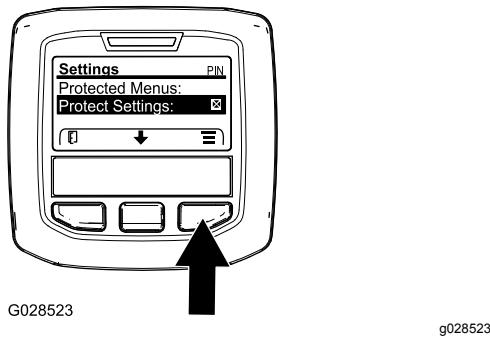

Bild 32
1. Navigieren Sie vom Hauptmenü mit der mittleren Taste auf das Menü EINSTELLUNGEN und drücken Sie die rechte Taste (Bild 32).